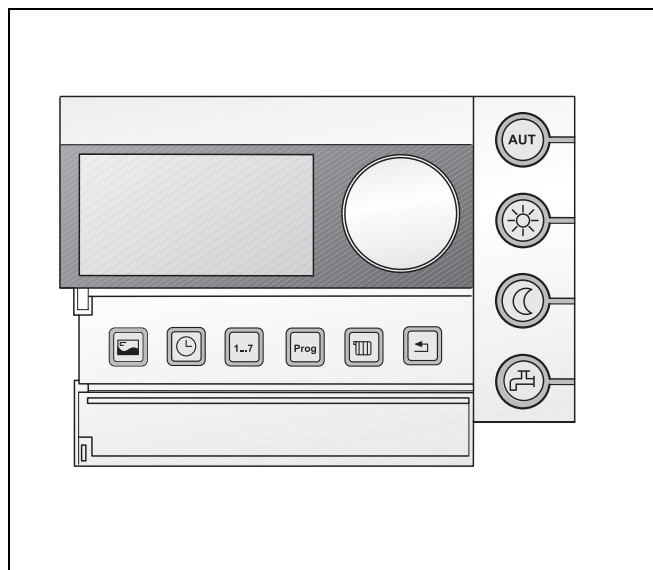

Fig. 19 Module de commande RC30
- Effectuer les réglages sur le module de commande (par ex. RC30, voir fig. 19). Nous vous recommandons d'effectuer les contrôles et les réglages suivants :